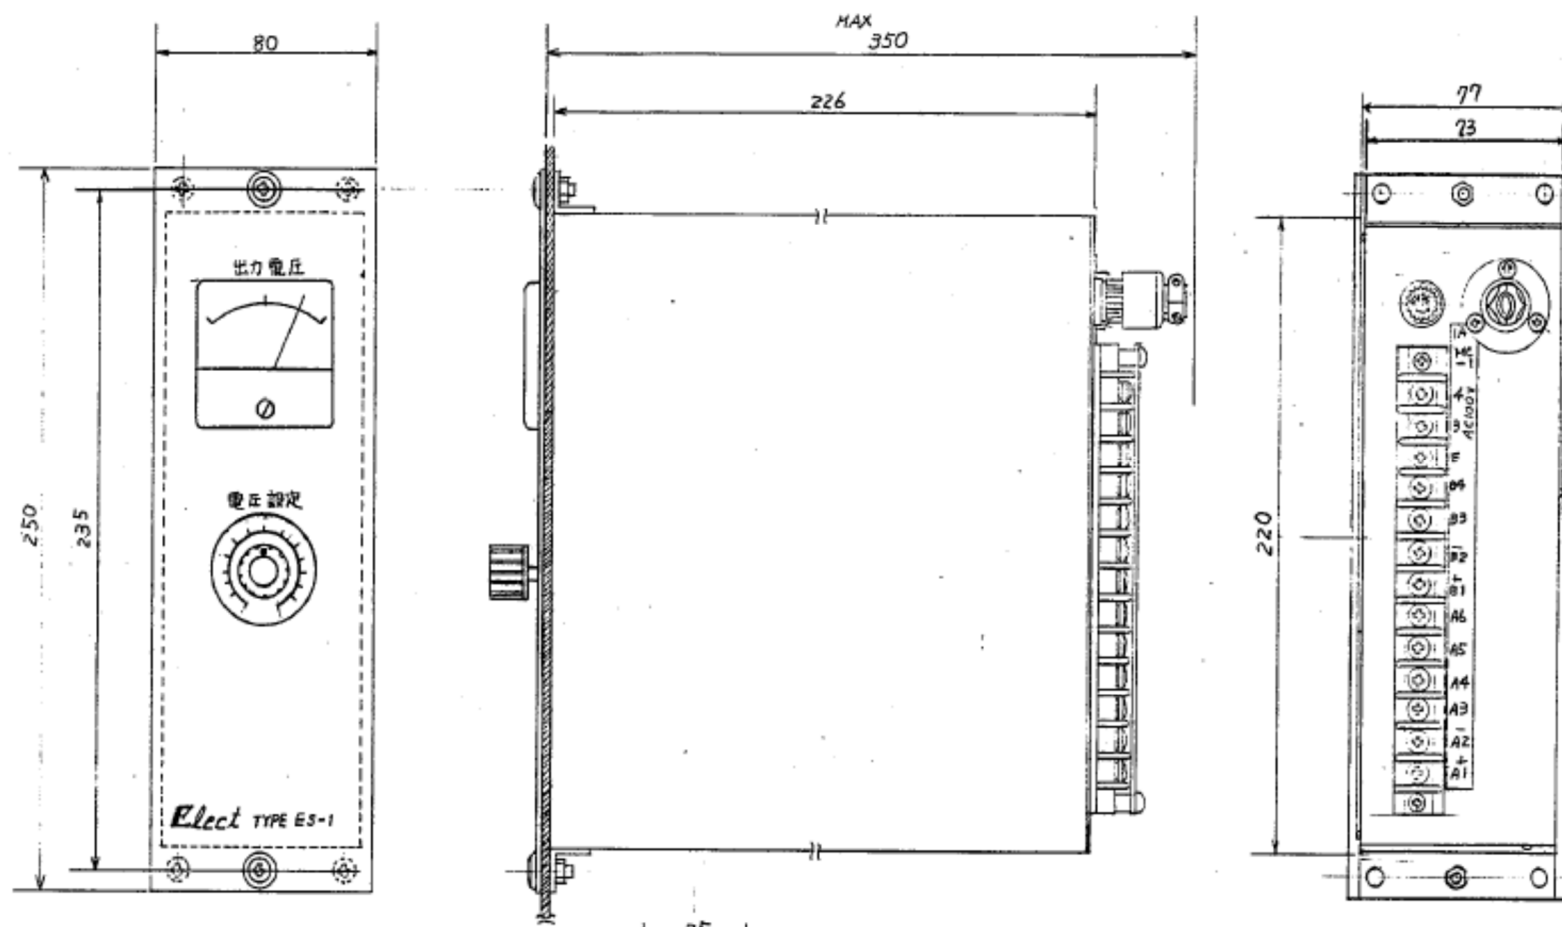

図 1 ガス導入系コントローラー外観図
- ① 本件の対象機器であるガス導入系コントローラーの概要を図 1～3 に示す。
- ② 本件の作業を実施するに当たっては、QST の担当者と密接に連絡をとり、QST と受注者間で作業及び試験検査の内容について相違のないようにすること。
- ③ 本件の要求事項を確実に把握して作業を実施すること。
- ④ QST 構内での作業実施に当たっては、他の機器に損傷を与えないように細心の注意を払うこと。
- ⑤ QST 構内への入退域及び物品・車両等の搬出入に当たっては、QST 所定の手続きを遵守すること。
機器の外観を「図 1 ガス導入系コントローラー外観図」に、入出力の仕様を「図 2 ガス導入系コントローラー入出力仕様」に示す。